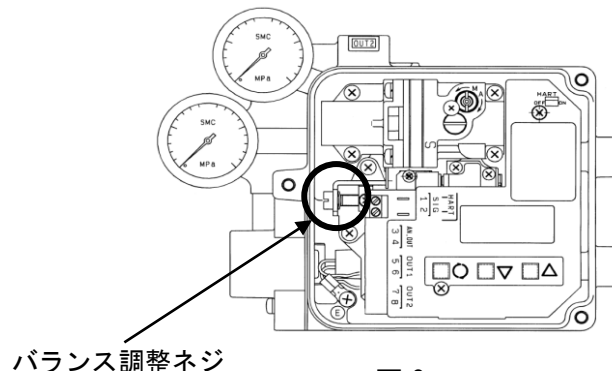

図 8
*7: バランス調整ネジの位置は図8を参照願います。マイナスドライバーを使用し、調整を行ってください。反時計方向に回すと圧力が低下し、時計方向に回すと圧力が上昇します。